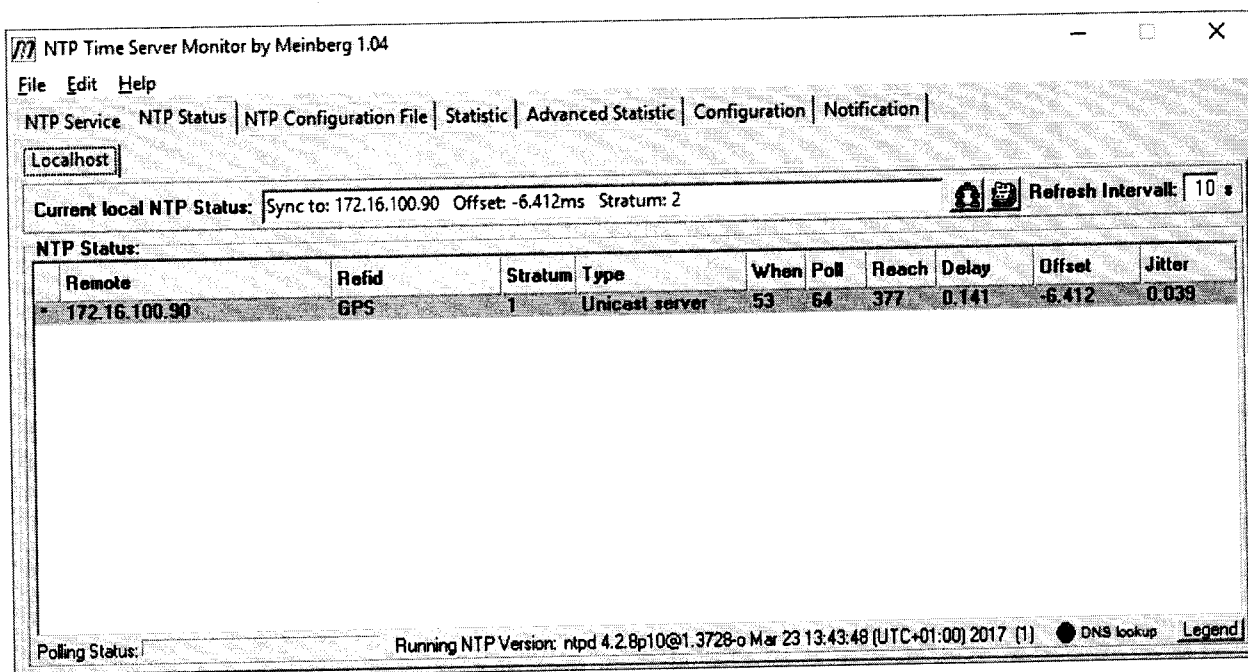

Рисунок 6
8.3.19. Перейти на вкладку «NTP status». Выждать пока строка с IP-адресом эталонного источника станет зеленой (рисунок 6).